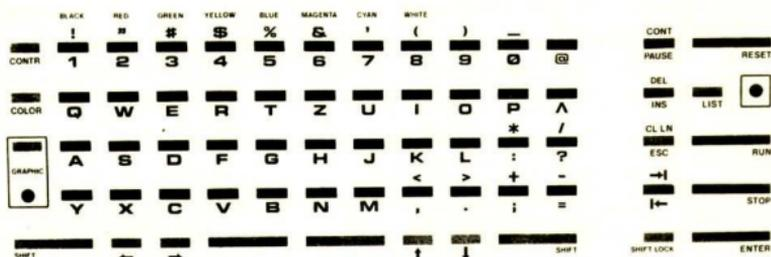

Bild 5
Die Tastatur (11) Ihres Heimcomputers besitzt 65 Tasten zur Eingabe von Buchstaben, Ziffern, Sonderzeichen, Grafiksymbolen und Sonderfunktionen, die schreibmaschinenähnlich angeordnet sind (Bild 5).
Wird die Taste **SHIFT LOCK** gedrückt, wird bei allen weiteren Eingaben das obere Tastensymbol wirksam. Durch ein weiteres Drücken von **SHIFT LOCK** wird wieder das untere Symbol gültig. Die unbeschrifteten Tasten in der unteren Tastenreihe sind Leertasten, auch SPACE-Tasten genannt (siehe Bild 5). Wird eine dieser Tasten betätigt, so wird ein Leerzeichen ausgegeben, und der Cursor rückt eine Position weiter.